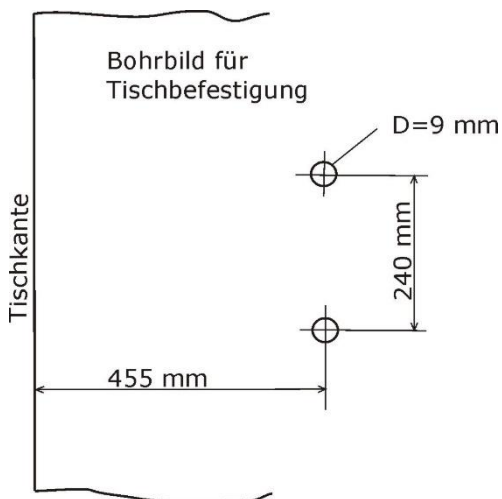

Abb. 47: Bohrbild für Tischbefestigung
1. In die Platte eines stabilen Arbeitstisches/Unterschranks zwei **Bohrungen** Ø **9 mm** entsprechend dem Bohrschema bohren (siehe Abb. 47 S. 61).